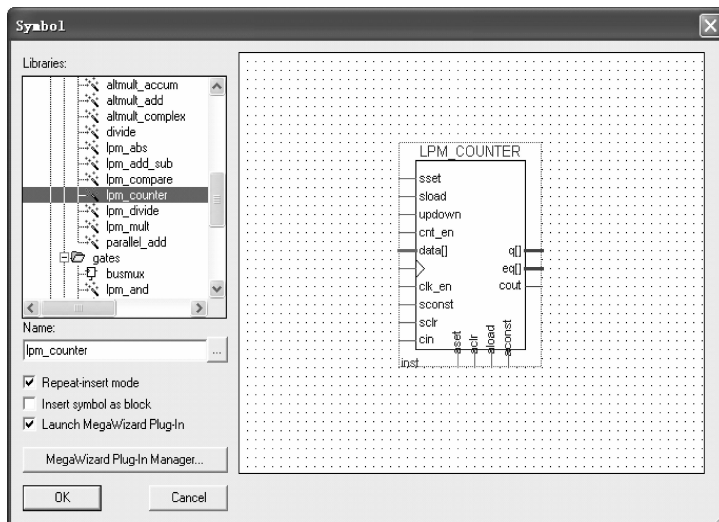
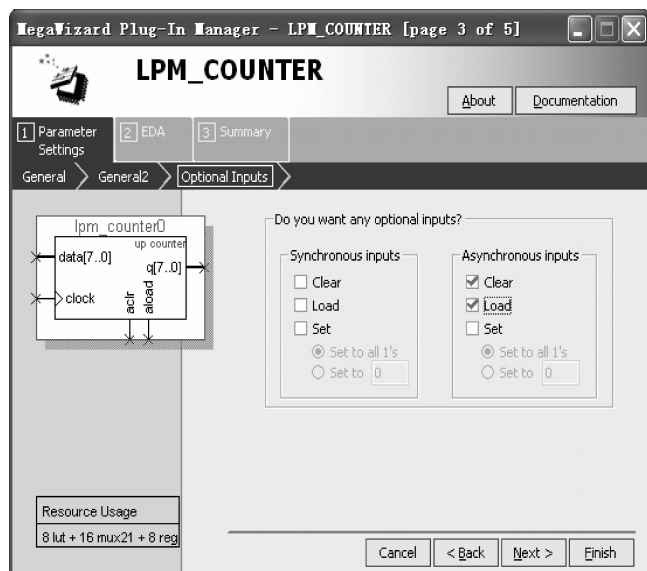

图 3-71 插入 lpm\_counter 元件
图 3-72 设置 lpm\_counter 输入
(1) 新建框图文件,打开框图编辑器。具体步骤:主菜单 File→New,弹出 New 对话框,选择 Block Diagram/Schema Tic File 文件类型。完成后,即打开框图编辑器,并生成一个空白的框图文件。保存该文件为 count.bdf。
(2) 从元件库中插入一个 8 位计数器,具体步骤:选择主菜单 Edit→Insert Symbol 或者单击工具栏上的按钮 ,从 Megafunctions\Arithmetic 库中选择 lpm\_counter,如图 3-71 所示。单击 OK 按钮后,出现 megawizard Plug-In Manager 窗口,接下来设置计数器的参数:8 位(默认值),递增(默认值),连续单击几次 Next 按钮,直到出现输入设置窗口如图 3-72 所示。选择异步清零和置数信号。最后单击 Finish 按钮后生成 lpm\_counter 符号,lpm\_counter 对应的 VHDL 文件保存路径和文件名为 D:\count\lpm\_counter0(默认值)。然后将 lpm\_counter 加入到框图编辑器空白的 count.bdf 文件中。
(3) 然后为 lpm\_counter 添加输入/输出引脚,输入引脚名称为 Input,输出引脚名称为 Output,可在元器件库中查询。可以在过滤器中输入符号名称,如 Input,则所需框图符号会自动出现。可以利用工具栏上的“符号”按钮  (Orthogonal Node Tool) 和  (Orthogonal Bus Tool) 将 lpm\_counter 的各个框图符号连接起来,完成逻辑电路设计。
(4) 选择主菜单 File→Save,保存文件 D:\count\count.bdf。